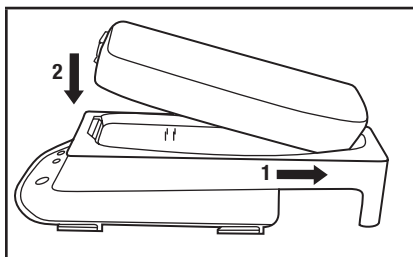

Fig. 8 – Inserindo a bateria no berço da carga
- Certifique-se de que os contatos dourados da bateria e carregador estão limpos e livres de detritos. Insira a bateria no Berço do Carregador TR-640 da 3M™ deslizando e introduzindo primeiro a extremidade da dobradiça da bateria. Empurre para baixo, até encaixar a extremidade da frente no local certo, o que acontecerá quando ouvir um clique. (Fig. 8). A carga terá início.